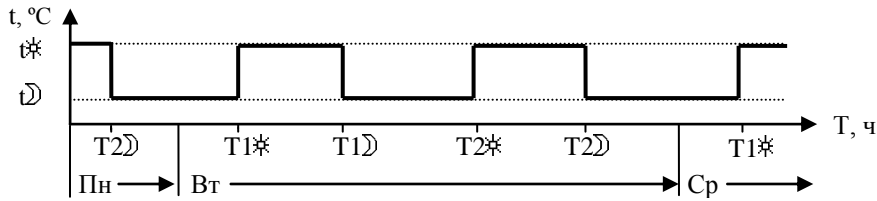

Рисунок 10 - Временной (недельный) график
7.6.1 В режиме “Программа” возможна установка для каждого дня недели до двух периодов, состоящих из начала и конца времени действия уставки температуры  $t_{\odot}$  “Норма” и  $t_{\Downarrow}$  “Ниже” (см. рисунок 10).